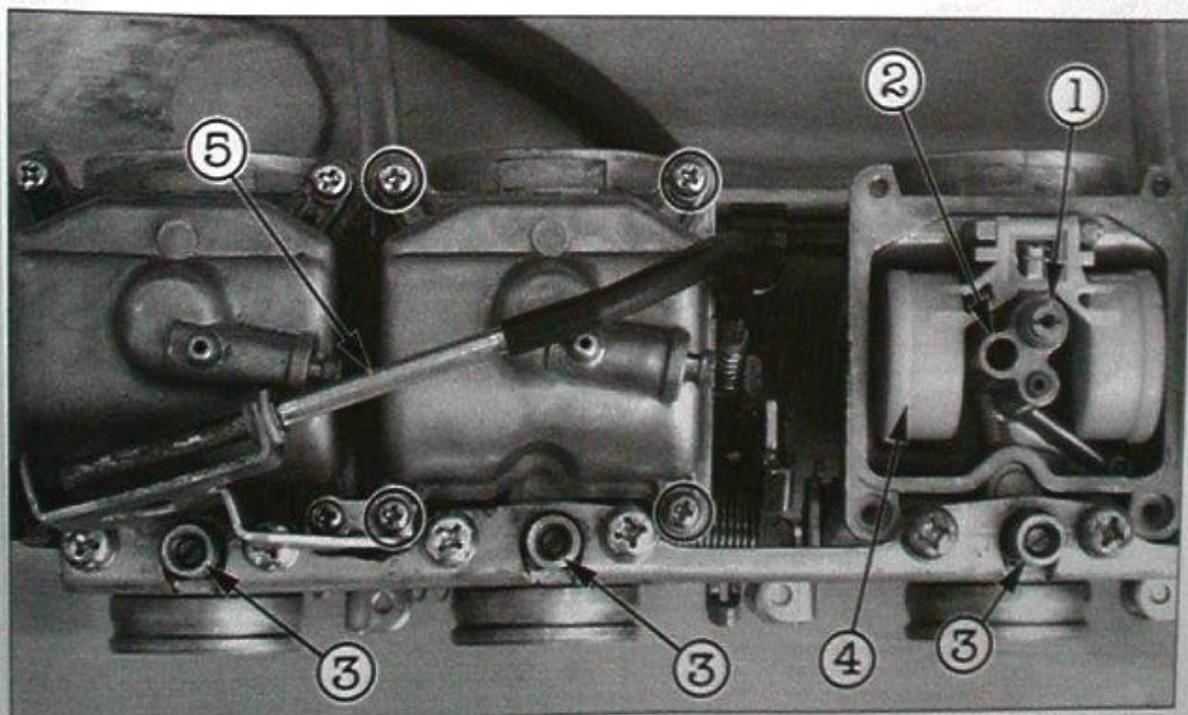

Bild 83
- Jeweils vier Schrauben von unten herausdrehen und Schwimmerkammerdeckel abnehmen (Bild 83).
- Leerlaufdüse und Hauptdüse ausdrehen. Es folgen Mischrohr und Nadeldüse (Bild 83).